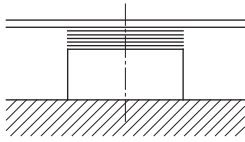
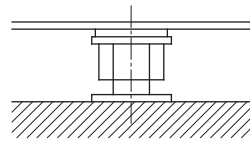

Fig. 6: arandelas de compensación en la superficie de los cimientos
Fig. 7: tornillos nivelantes sobre la superficie de los cimientos
- Coloque arandelas de compensación en cada agujero para tornillo de la superficie de los cimientos (grosor de aprox. 20–25 mm) (véase la Fig. 6). También pueden utilizarse tornillos nivelantes (véase la Fig. 7).